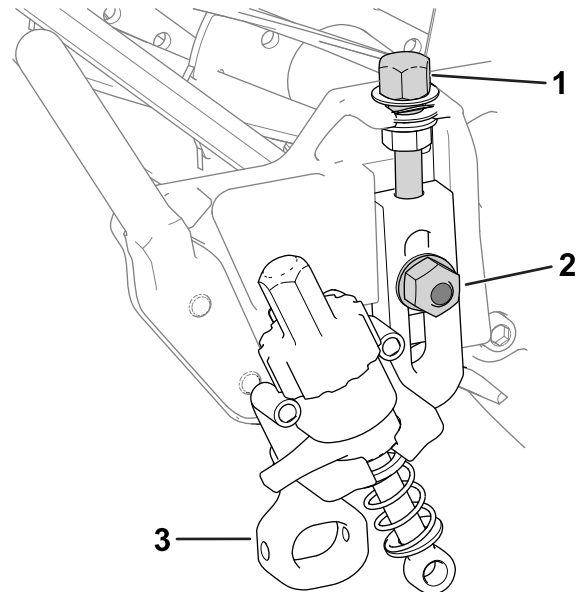

Рисунок 11
1. Заверните ранее снятые винты регулировки высоты скашивания в верхнюю часть узлов регулировки высоты скашивания (Рисунок 11).
- Установите узлы высоты скашивания на боковые пластины режущего блока с помощью ранее снятых болтов с потайной головкой, фланцевых гаек и специальных шайб (Рисунок 11).